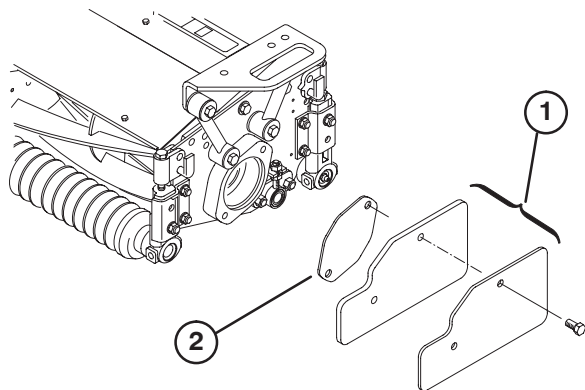
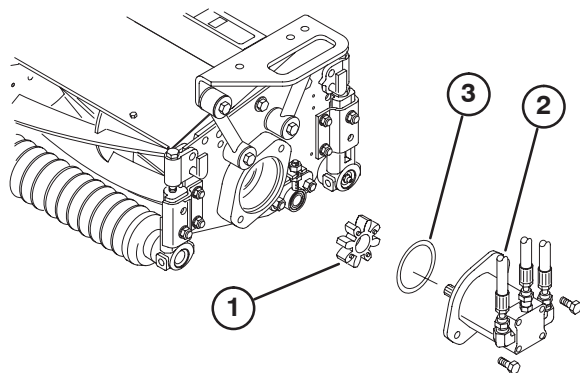

Figure 18
Figure 19
2. Déposez les masses et le joint (Fig. 18) depuis l'intérieur du plateau de coupe droit. Retirez l'obturateur du logement de roulements à l'extrémité extérieure du plateau de coupe droit et posez les masses et le joint. Repérez l'accouplement en étoile (Fig. 19) expédié dans le logement de roulement.